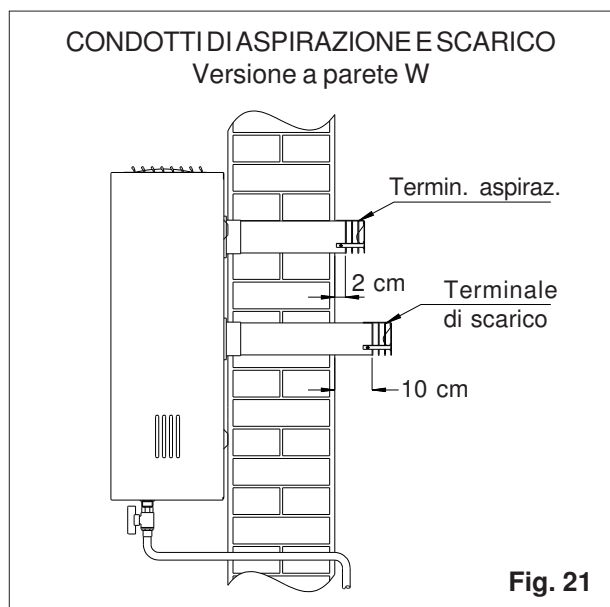

Fig. 21
- tagliare, se necessario, entrambi i condotti di una misura pari alla differenza tra 40 cm e lo spessore effettivo della parete (*fig. 21*); l'eventuale taglio va effettuato alle estremità opposte alle flange di attacco, assicurandosi di eseguirlo a squadro e ripulendolo da bave o trucioli. **N.B. Il condotto di scarico è il più lungo dei due, con tubo sporgente rispetto alla flangia di attacco**
- c) controllare la corretta posizione reciproca dei terminali esterni (*fig. 21*) e rifinire eventualmente la muratura in corrispondenza dei fori di passaggio dei condotti. Applicare alle estremità esterne dei condotti i relativi terminali antivento, inserendoli fino in battuta e fissandoli ai tubi tramite le apposite viti autoforanti fornite in dotazione